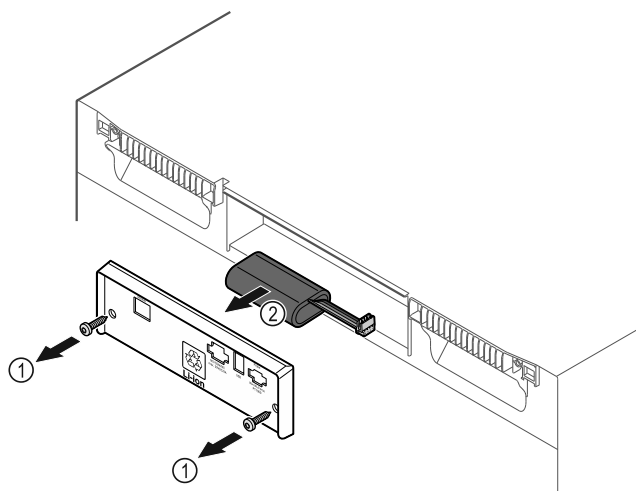

Fig. 229
- ▶ Svitare le viti e rimuovere il coperchio sul retro dell'apparecchiatura Fig. 229 (1).
- ▶ Scollegare e rimuovere la batteria Fig. 229 (2).